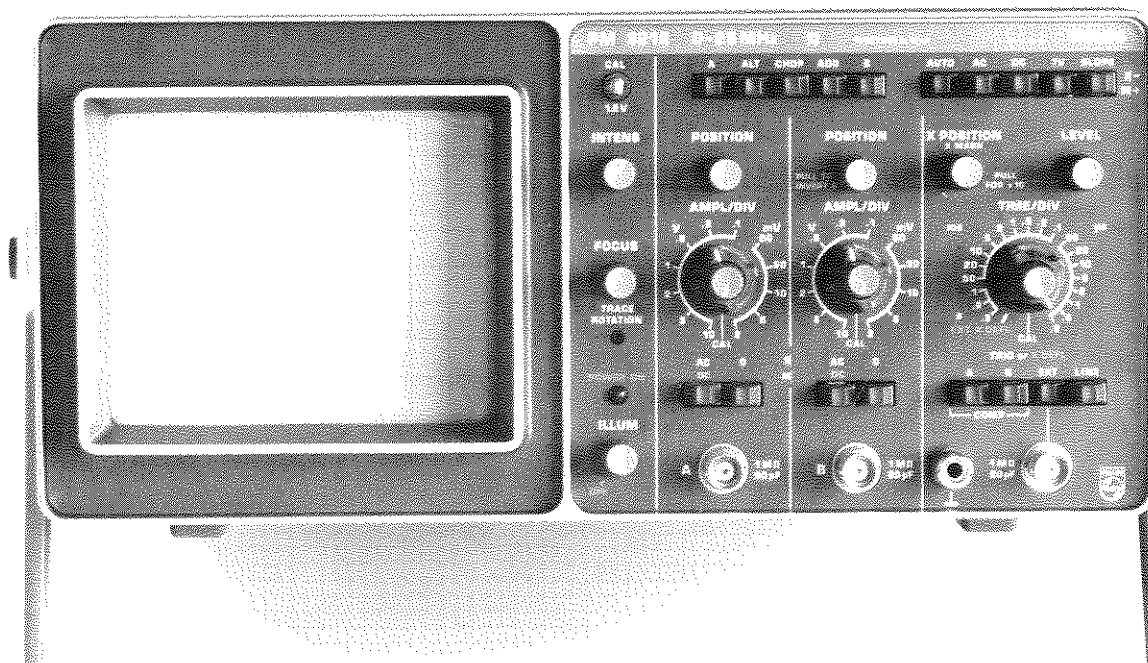

Abb. 2.2. Vorderansicht des Oszillografen mit Bedienungsorganen und Buchsen
2.2. BEDIENUNGSELEMENTE UND BUCHSEN (siehe Abb. 2.2.)
Siehe Abb. 2.2. bezüglich der Lage der Bedienelemente. Bringe die Einsteller INTENS und FOCUS in Mittelstellung. Taste AUTO drücken und mit Schalter TIME/DIV einen durchschnittlichen Zeitkoeffizienten zwischen $10 \mu\text{s}/\text{div}$ und $10 \text{ ms}/\text{div}$ wählen. Mit allen übrigen Drucktasten in Normalstand (nicht gedrückt) lassen sich die Schreibstrahlspuren von Kanal A und Kanal B mit dem entsprechenden Einsteller POSITION auf dem Bildschirm darstellen.